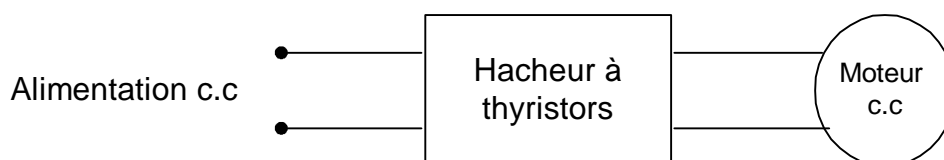

FIGURE 1-3 HACHEUR DE COURANT
- d'une batterie d'accumulateurs par l'intermédiaire d'hacheurs à thyristors (Figure 1-3).